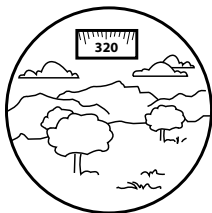

Figura 5-3. Visión a través de la Brújula Instalada
3. Para ver la brújula a través del PVS-7, agarre la brújula con el dedo índice encima y el pulgar en el botón de iluminación abajo (Figura 5-1, 4). Presione el botón minuciosamente con el pulgar hasta que el brillo deseado se obtenga. La imagen debe aparecer como se demuestra en la Figura 5-3.